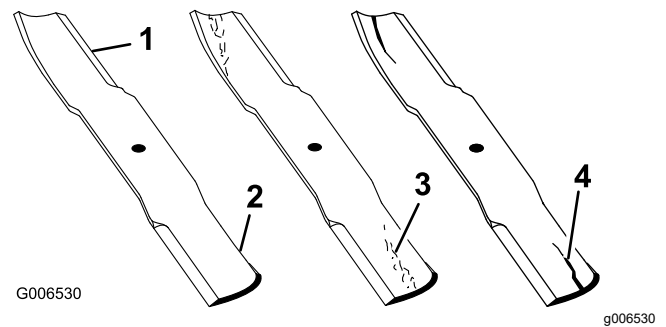

Figure 29
2. Examinez attentivement les tranchants de la lame, particulièrement au point de rencontre de la partie plane et de l'ailette (Figure 29). Le sable et les matières abrasives peuvent éroder le métal à cet endroit, c'est pourquoi il est important de contrôler l'état de la lame avant d'utiliser la machine. Remplacez la lame si elle est usée (Figure 29) ; voir Dépose et pose des lames (page 19).
Si la lame est trop usée, une entaille se forme entre l'ailette et la partie plane (Figure 29). La lame peut alors se briser et un morceau être projeté du dessous de la machine, vous blessant gravement ou une personne à proximité.